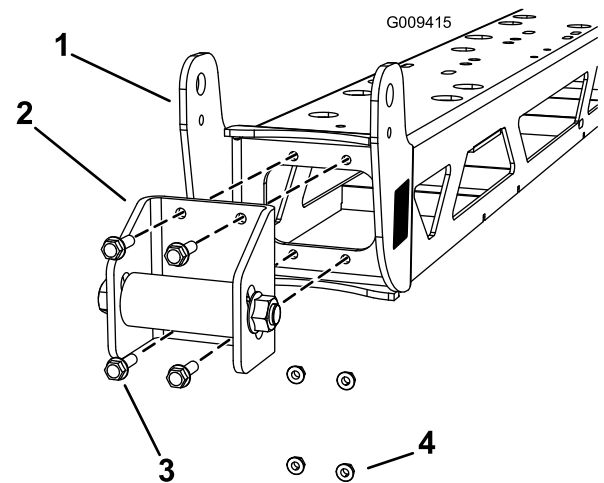

図 1
2. ストップを（図 1）のように固定している 4 本のボルト & Bolt5\_16x1、およびナット & Nut5\_16 を外す。